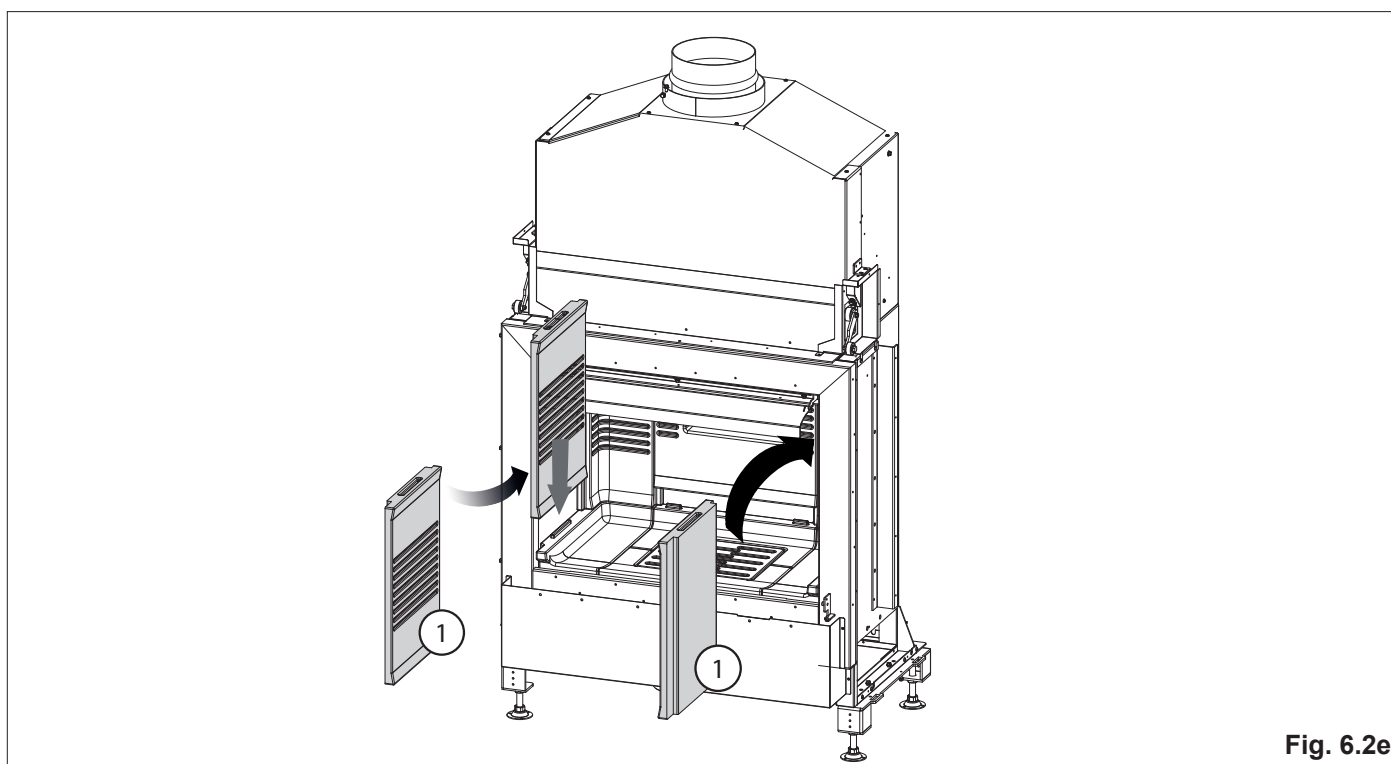

Fig. 6.2e
9. Monter les deux parois latérales, une uniquement pour les versions R et L, en ayant soin de les insérer dans les guides spéciaux (**Fig. 6.2e**).